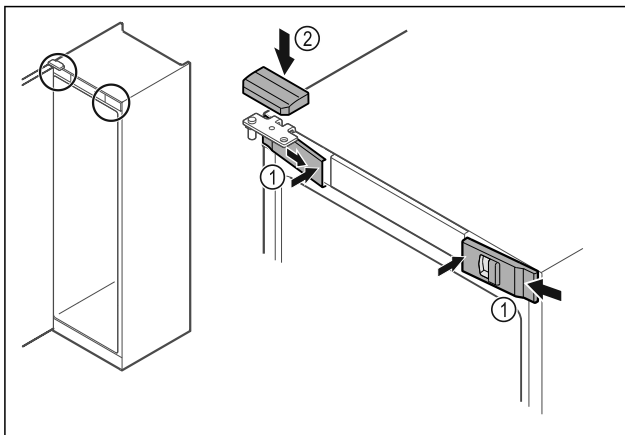

Fig. 52
- ▶ 从侧部挂入前盖板 Fig. 52 (1) 并从内部将其卡紧。
- ▶ 从上方卡紧上盖板 Fig. 52 (2)。